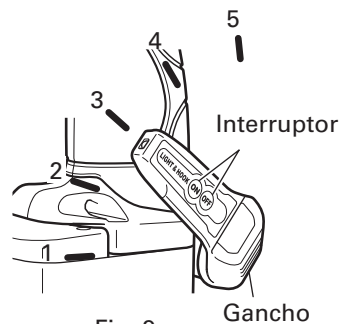

Fig. 9
(2) La dirección de la luz se puede ajustar dentro del alcance de las posiciones 1 – 5 del gancho. (Fig. 9)